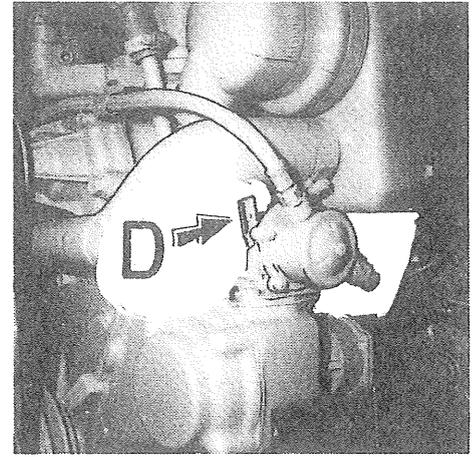

Fig. 34
Løs først lufteskruen (A) på brennoljefilteret. Pump med hendelen (fig. 34, pos. D) på fødepumpen til oljen renner ut fra filteret uten luftbobler. Sett til lufteskruen igjen.
Undo air ventilation plug (A) on fuel filter and operate the hand pump lever (fig. 34, pos. D) until the escaping oil is free of bubbles. Retighten air ventilation plug.